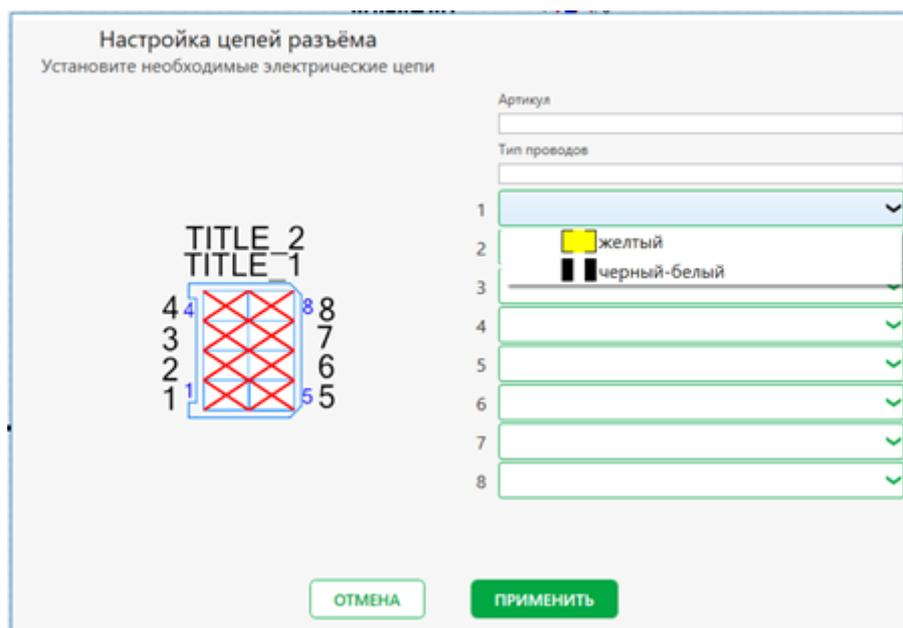

Рис. 26
- «Заполнить» - при нажатии на кнопку пользователю предоставляется МО, в котором он имеет возможность заполнить поля «Артикул» и «Тип проводов». Так же в данном МО имеется возможность заполнить список проводов, используемых в данной колодке. Нумерация проводов идет в соответствии с номерами ячеек в колодке. Пользователь, кликая на галочку в правой части, выбирает из списка нужный провод и щелкает по нему, выделенный провод добавляется в указанную ячейку (Рис. 26);